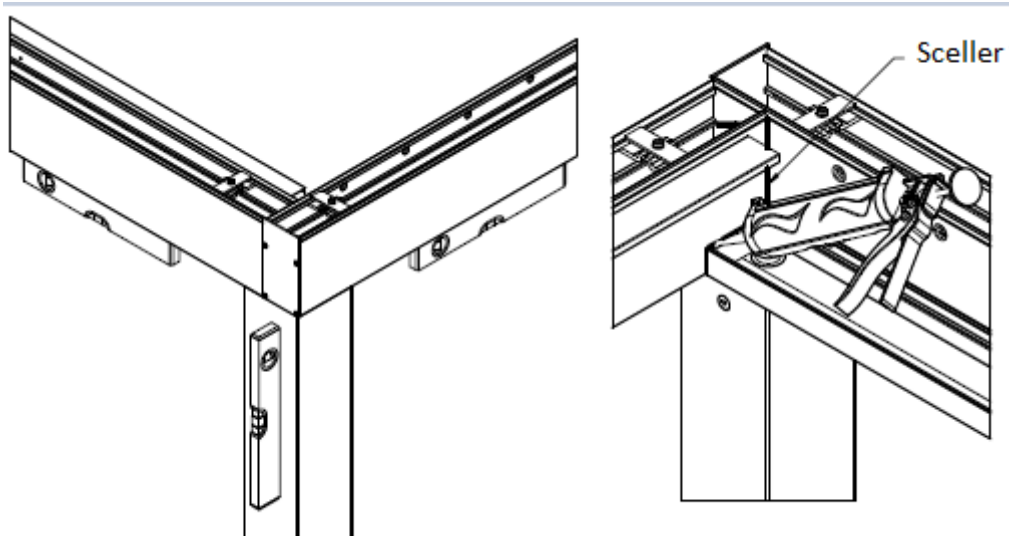

Fig. 12
11. Une fois la structure correctement positionnée, il faut ancrer toutes les colonnes. Après l'ancrage, scellez l'espace entre la poutre transversale, la poutre longitudinale et la gouttière - Figure 12.